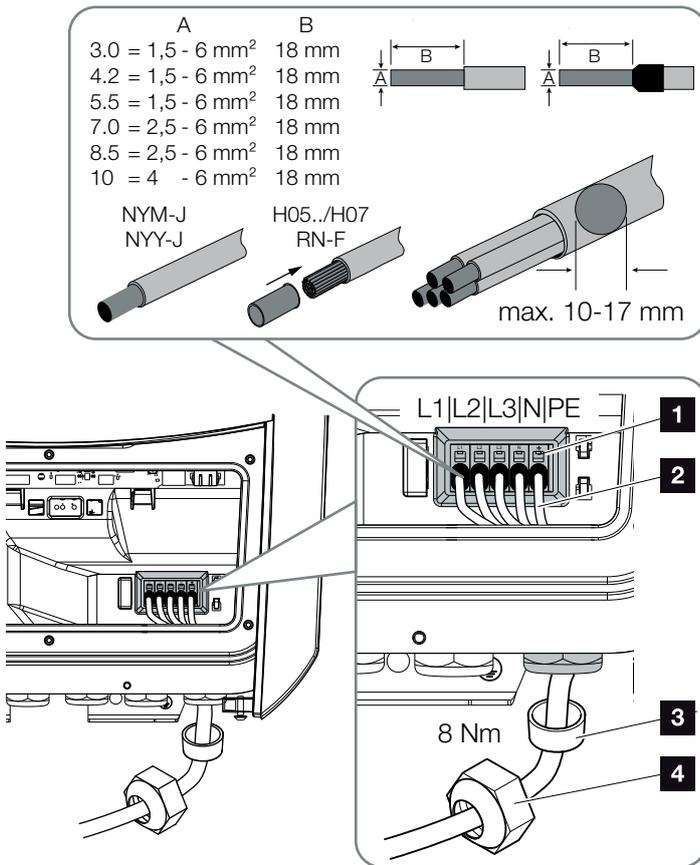

Fig. 23 : Raccordement du câble d'alimentation réseau à l'onduleur
9. Raccorder les fils du câble d'alimentation réseau à la borne de connexion AC conformément au marquage. **!** **↗** Fig. 23, pos. 1